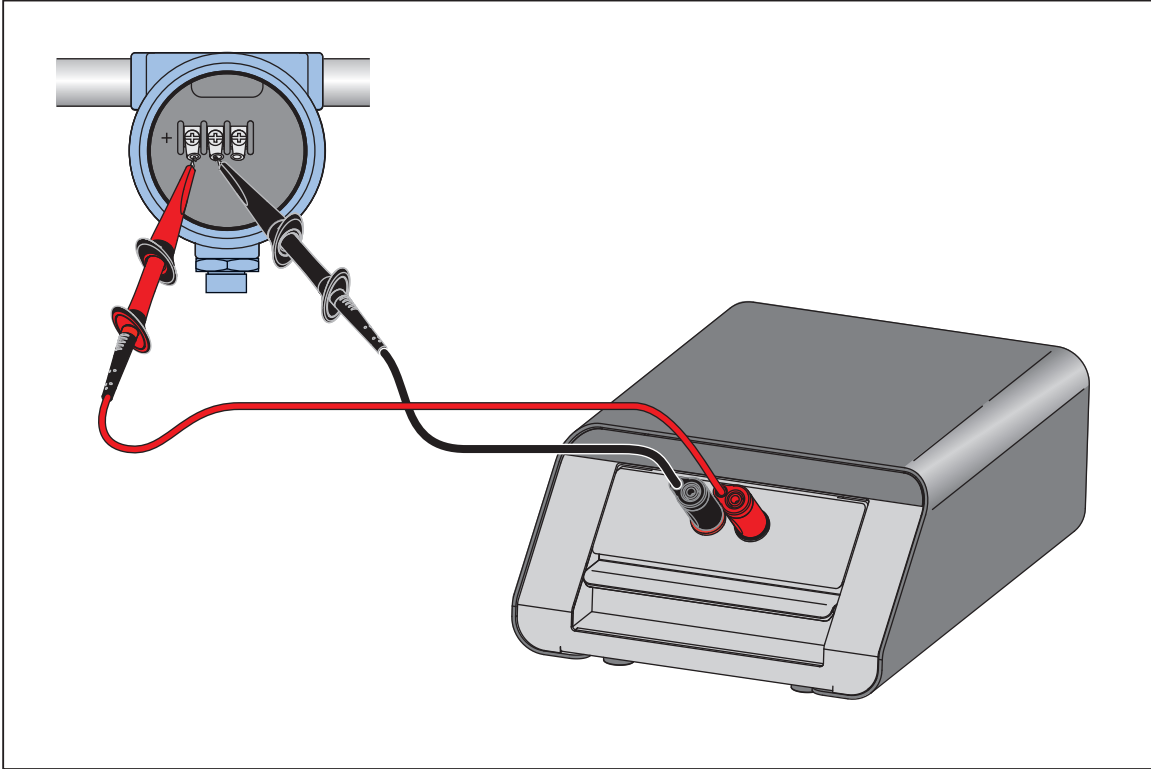

図 2. トランスミッタの接続
1. 本製品のテスト・リードを HART 装置の適切な端子に接続します。プラス/マイナスを正しく接続します。図 2 を参照してください。